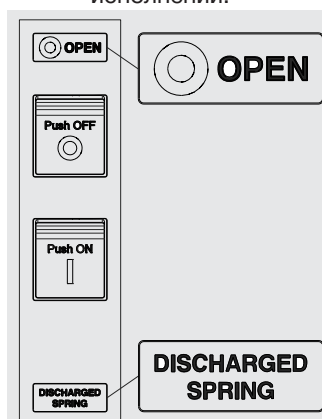

Рис. 29
1. Автоматический выключатель разомкнут, пружины механизма включения не взведены (см. Рис. 29).